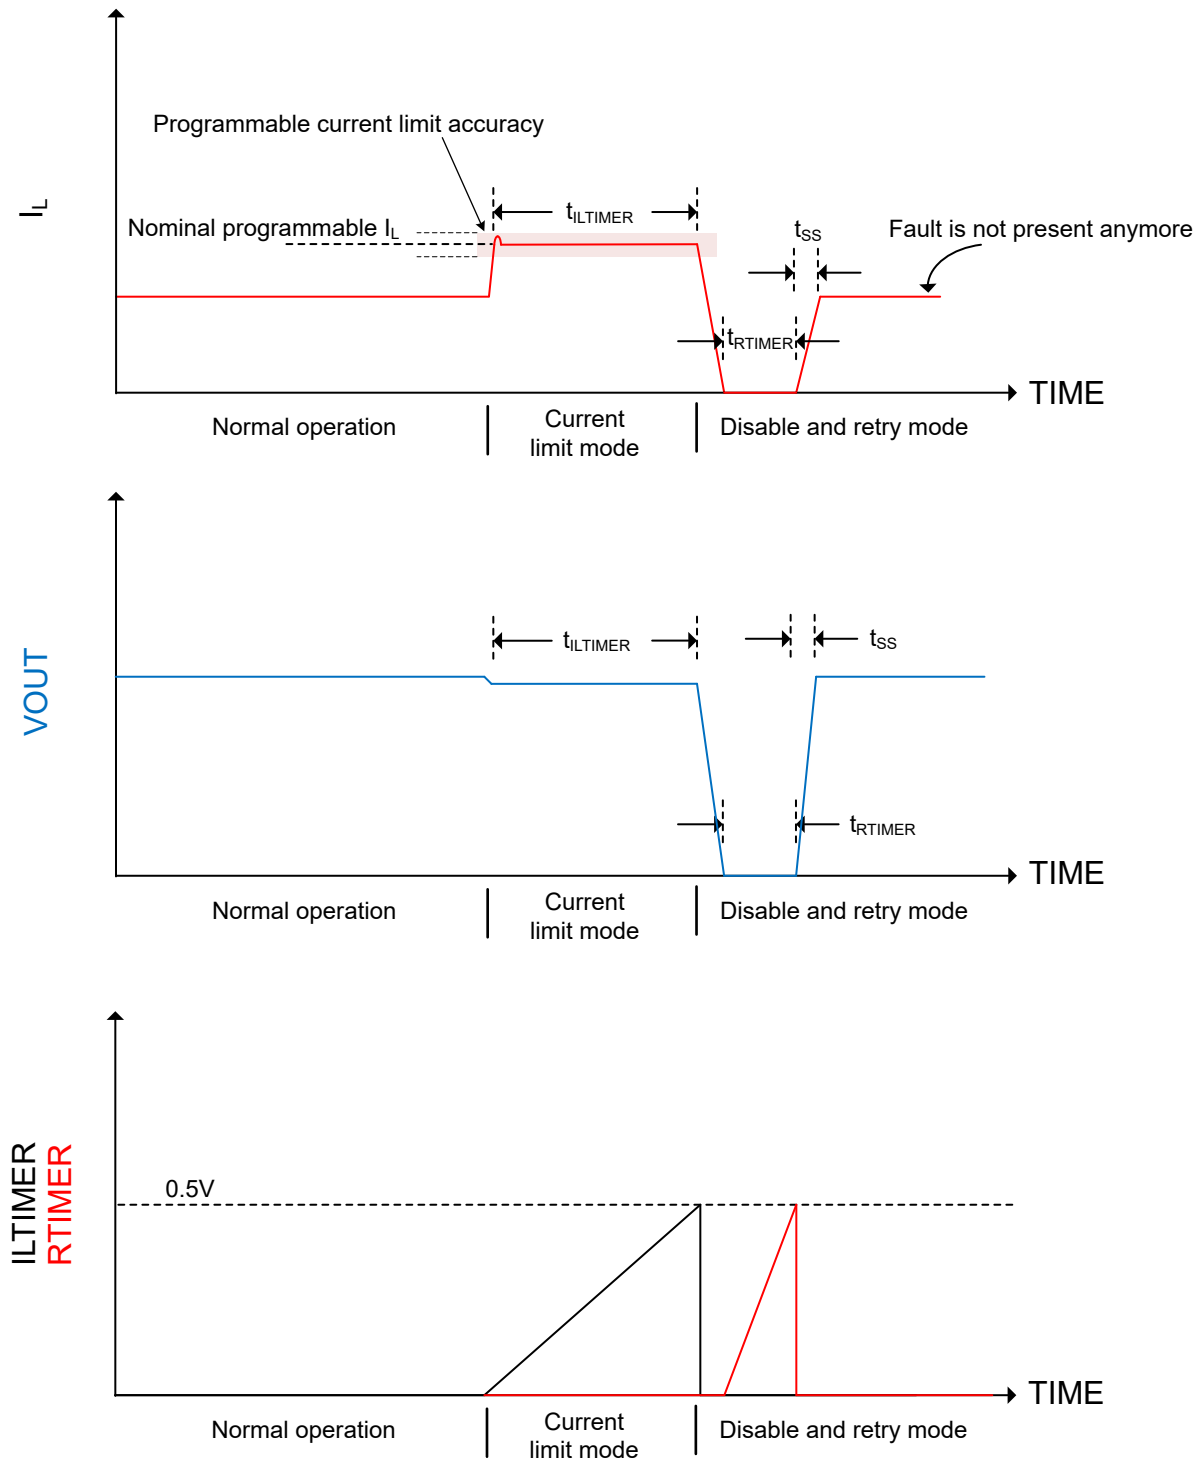

图 8-3. 软短路可编程故障计时器运行（电容器连接到 ILTIMER 和 RTIMER 引脚）
可以使用从 I_L 引脚连接到 GND 的外部电阻器对电流限制进行编程。该编程电流限制（精度为 $\pm 20\%$ ）是指通过器件的持续电流，因此在最大额定电流（6A）下工作时，需要将编程电流限制设置为高出 20%。可编程电流限制可防止发生软短路，如图 8-3 所示。 $V_{IN} \leq 3V$ 时，请使用方程式 7 计算电流限制电阻值 R_{IL} （单位是欧姆）； $V_{IN} > 3V$ 时，请使用方程式 8 计算，其中 I_L 是编程电流限制值（单位是安培）。
- 图 8-3：使用电流限制计时器和重试计时器的单次软短路事件。
软短路（其中可编程电流限制已达到并进行响应）时，ILTIMER 和 RTIMER 引脚的行为如图 8-3 所示。在该图中，假定在开关禁用并再次启用（重试模式）后故障不存在。如果重试模式后故障存在，器件将进入电流限制模式，并且此循环会一直重复进行直到故障不再存在。